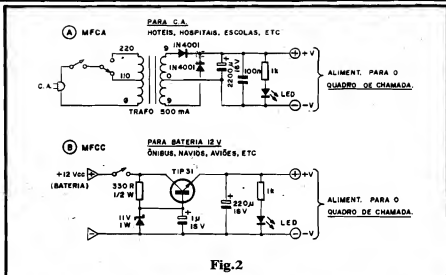

Fig. 2
- FIG. 2 - DIAGRAMAS DAS FONTES DE ALIMENTAÇÃO - Em 2-A temos o esquema do MÓDULO FONTE PARA C.A. (MFCA), enquanto que em 2-B mostramos o diagrama do circuito do MÓDULO FONTE PARA C.C. (MFCC). No primeiro caso